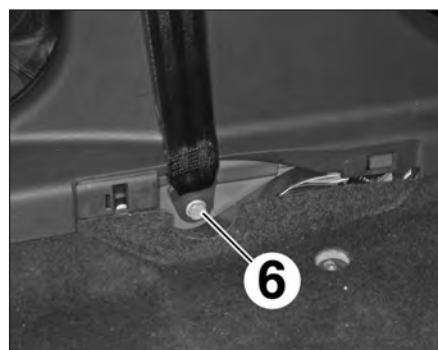

FIG.23
- la vis (6) du point de fixation inférieure de la ceinture de sécurité (Fig.23),